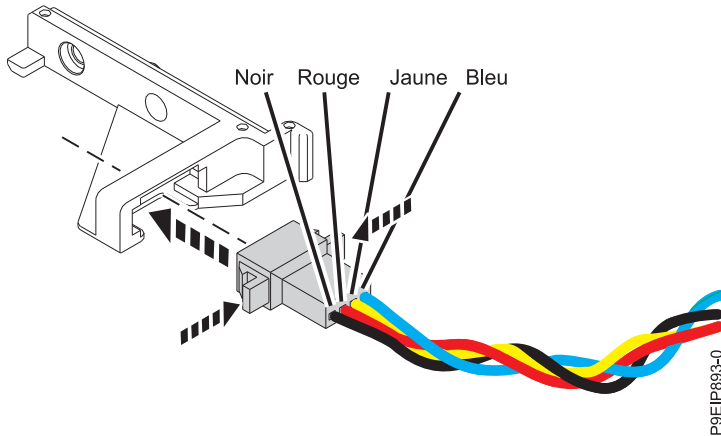

Figure 37. Connexion du câble de ventilateur u support ventilateur
2. Notez l'orientation du câble de ventilateur connecté au support ventilateur, comme illustré dans la figure 37. Les couleurs des câbles de l'avant vers l'arrière sont les suivantes : noir, rouge, jaune et bleu. Raccordez le câble de ventilateur du support en pinçant les languettes et en insérant le câble de ventilateur dans le support.